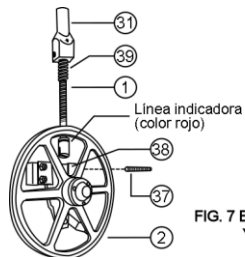

FIG. 7 ENSAMBLE DE LA POLEA SUPERIOR Y LA CAMPANA DE TENSION
- 2.- Sostenga la polea superior (2) con la mano izquierda y con la derecha gire la manivela de tensión (18) hasta sacarla del birlo tensor o perno indicador (1).
3.- Deslice la polea superior (2) hacia abajo hasta sacarla de las guías de tensión (32) y retírela de la sierra, tenga cuidado, este es un componente pesado y si se le cae puede causarle un accidente.
4.- La polea superior (2) esta ensamblada al sub-ensamble del tensor (vea fig. 7). Desensamble quitando el perno para horquilla (37) con sus manos, esto le permitirá quitar la campana(31), el resorte(39), el perno indicador(1) y la horquilla(38). Limpie estas partes usando un cepillo suave y detergente después enjuague con agua. Asegúrese de quitar todo el desperdicio de las pistas de la polea.